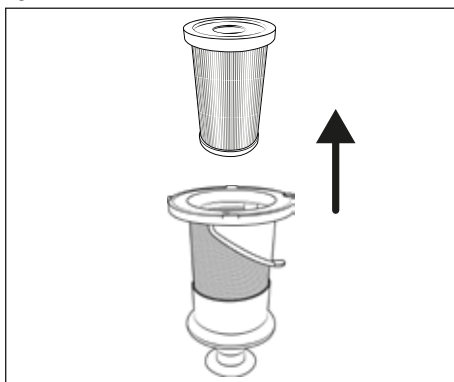

Fig. 18
- 3) Rimuovere il filtro HEPA **5** dal filtro in acciaio inox **6** afferrando il filtro HEPA **5** dall'apertura e tirandolo fuori dal filtro in acciaio inox **6** (vedere fig. 18).